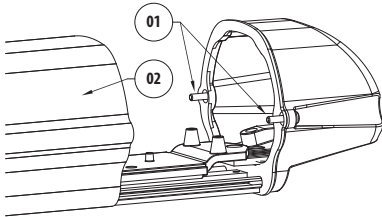
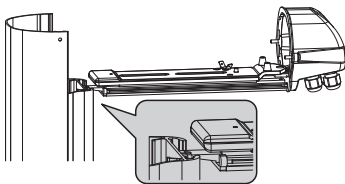

Fig. 01
Fig. 02
Pour ouvrir le caisson (Fig. 01) il faut dévisser les 2 vis (01) latérales situées à mi-hauteur du fond arrière, extraire le corps (02), l'accrocher au soutien (Fig. 02) prévu pour cet emploi et laisser en position de travail les chariots interne et externe. Seulement avant de fermer la caisson insérer l'enveloppe de silicagel en enlevant le sachet protecteur en nylon.
Fixez le circuit imprimé sur l'emplacement du chariot situé près du fond postérieur (Fig. 01, 03). Effectuez les connexions du circuit à la source d'alimentation externe 24Vac. Le circuit en question a la possibilité de contrôler le PTC aussi grâce à un thermostat monté.